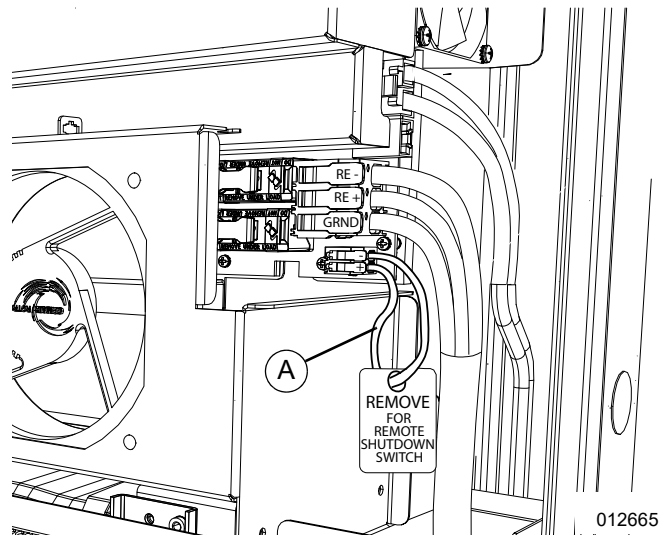

Figura 4-12. Retire el puente
NOTA: Consulte la **Figura 4-12**. Los terminales de DETENCIÓN se envían con un puente de 14 AWG (A) instalado. Retire este puente antes de instalar un interruptor de desconexión externo.